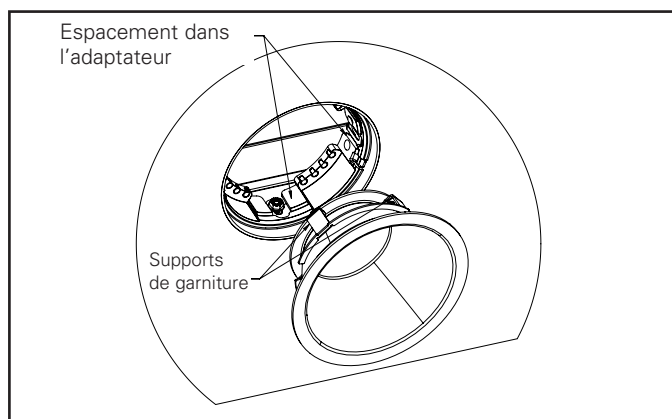

Figure 21.
8. Dans le cas d'une garniture haute pour plafonnier, alignez la garniture de manière à ce que le support de garniture ne nuise pas à l'adaptateur (consultez la Figure 21).